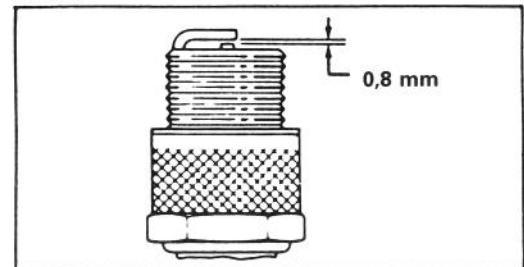

Abb. 17
3. ZÜNDKERZE MONTIEREN — Den Elektrodenabstand (Abb. 17) auf 0,8 mm einstellen. Die Kerze montieren und mit ca. 20 Nm anziehen. Falls Sie keinen Drehmomentschlüssel